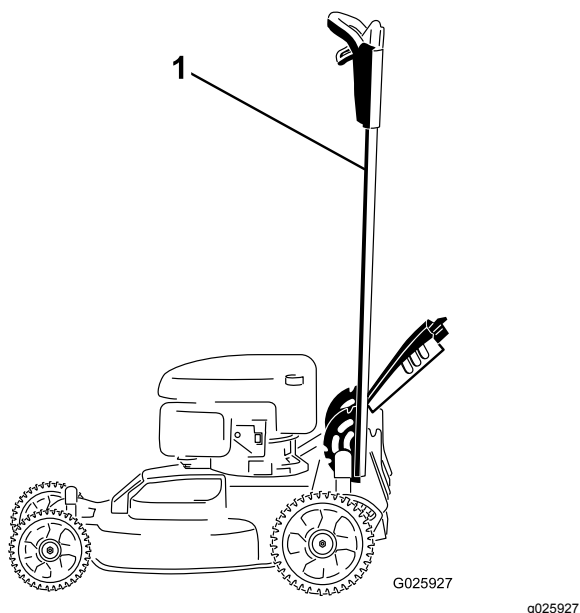

Figure 37
1. Bloquez le guidon en position verticale (Figure 37) ; voir Réglage de la hauteur du guidon (page 10).